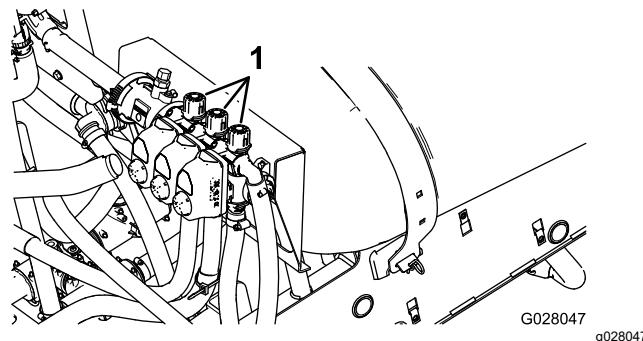

Bild 21
2. Stellen Sie den linken Abschnitt ab und stellen das Handrad für das Abschnittssicherheitsventil (Bild 21) ein, bis der Druck am vorher
4. Stellen Sie das Handrad des rechten Abschnittssicherheitsventils (Bild 21) ein, bis der Druck am vorher angepassten Niveau (normalerweise 2,75 bar) liegt.
6. Stellen Sie das Handrad des mittleren Abschnittssicherheitsventils (Bild 21) ein, bis der Druck am vorher angepassten Niveau (normalerweise 2,75 bar) liegt.